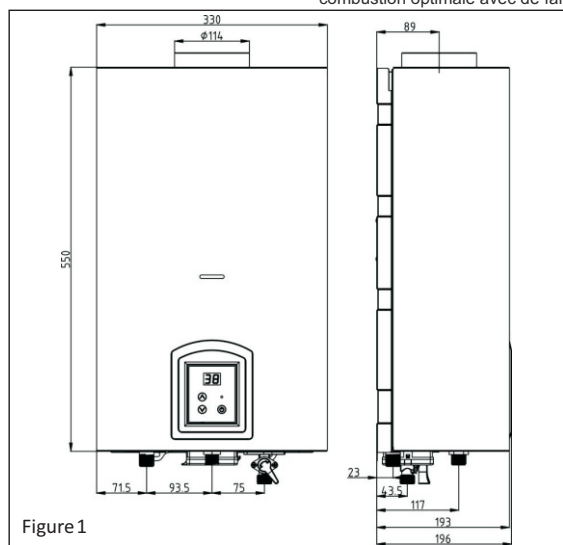

Figure 1
- La figure 1 indique les dimensions nécessaires pour le montage mural